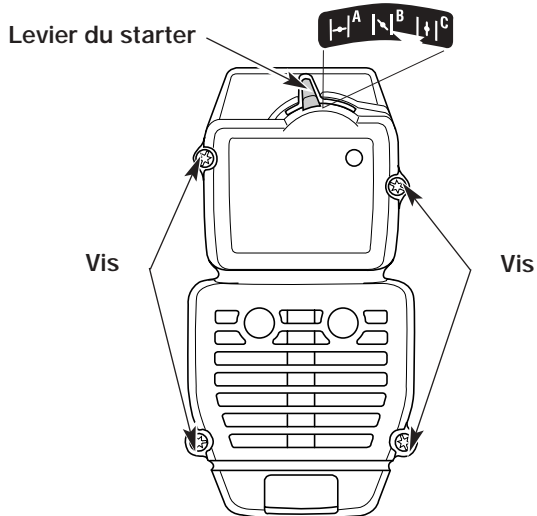

Fig. 21
1. Placez le levier du starter en position intermédiaire (B).
**REMARQUE :** Le levier du starter doit être en position intermédiaire (B) (Fig. 21) pour que le carter du filtre à air/pot d'échappement puisse être enlevé.
2. Enlevez les quatre (4) vis retenant le carter du filtre à air/pot d'échappement (Fig. 21). Utilisez un tournevis à lame plate ou à embout Torx n°T20.
**REMARQUE:** Le levier du starter doit être en position intermédiaire (B) (Fig. 21) pour que le carter du filtre à air/pot d'échappement puisse être remis en place.
2. Insérez les quatre (4) vis dans les orifices du carter du filtre à air/pot d'échappement (Fig. 21) et serrez-les. Utilisez un tournevis à lame plate ou à embout Torx n°T20. Ne serrez pas trop. Ne forcez pas.